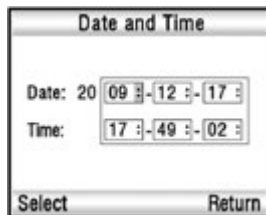

Рис. 4-2
2) Нажмите кнопку «ВНИЗ» на клавиатуре для выбора пункта меню «Дата и Время (Date and Time)», затем нажмите кнопку Меню, чтобы войти в меню установки времени, как на Рис. 4-2.
Установите дату и время аналогичным образом, как показано на рис. 4-2 & 4-3.